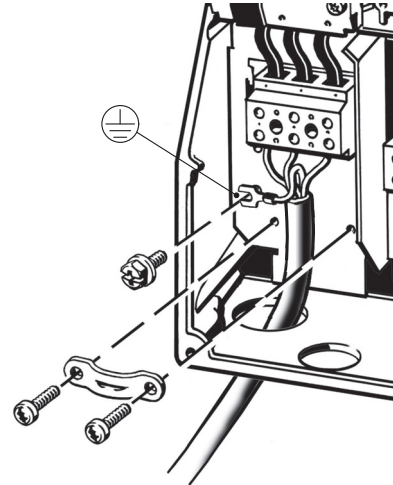

Fig. 23 Conexión de red (carcasas B1 y B2)
1. Conecte el conductor de aterrizaje a la terminal 95 (PE). Consulte la fig. 23.